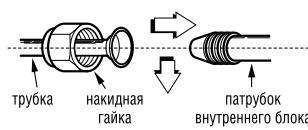

Рис. 18
- Установите развалицованные трубы соосно со штуцером (рис. 18).